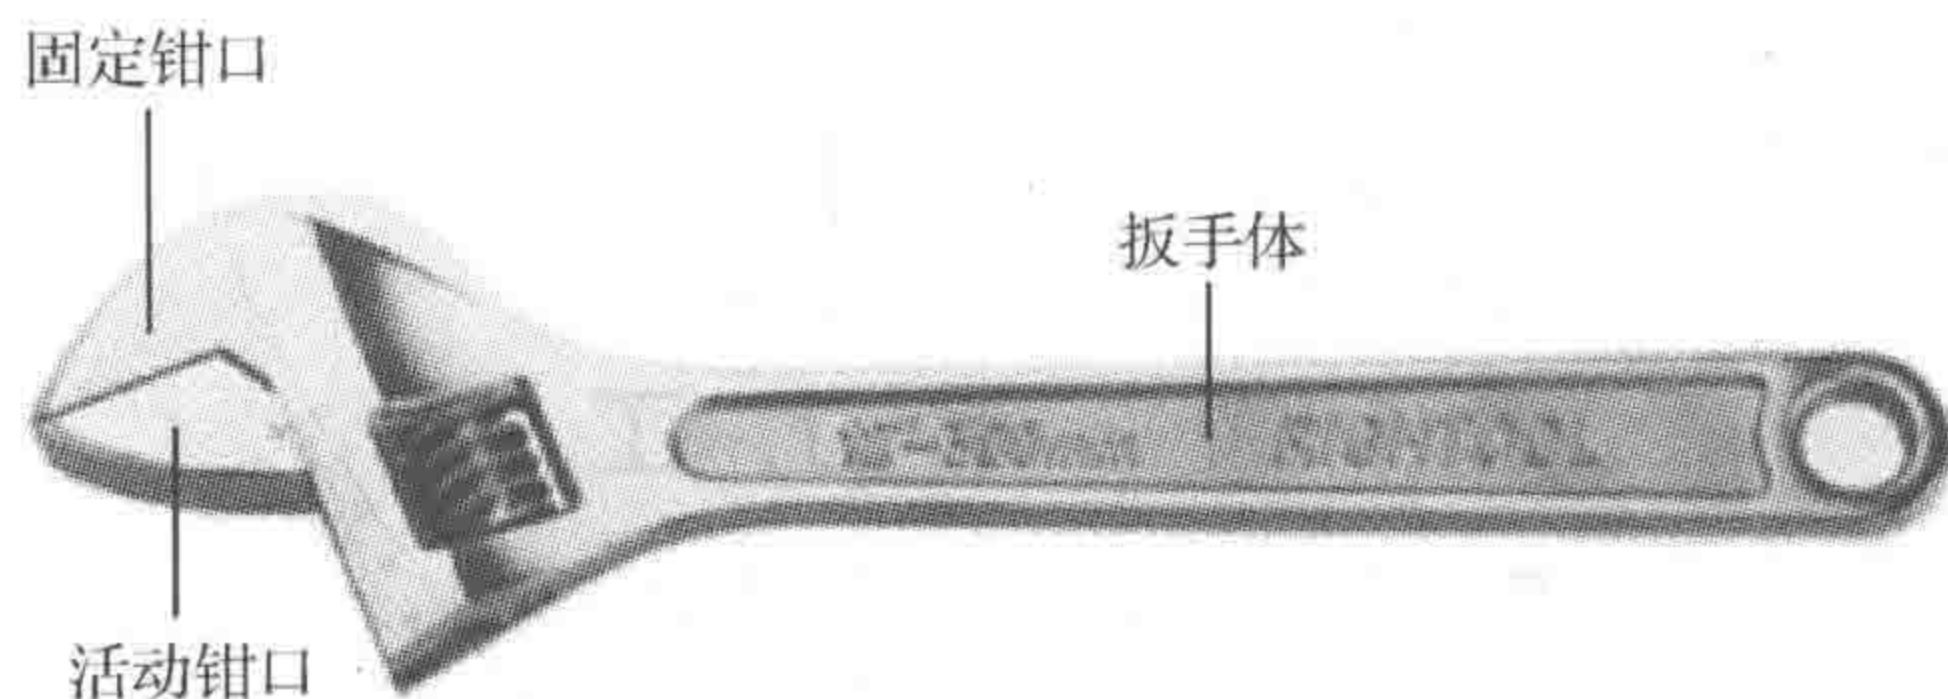

图 1-3 活扳手
(1) 活扳手 活扳手的开口宽度可在一定尺寸范围内进行调节,能拧紧或松开不同规格的外六角头、方头螺栓或螺母。活扳手规格以扳手长度和最大开口宽度表示,活扳手如图 1-3 所示。